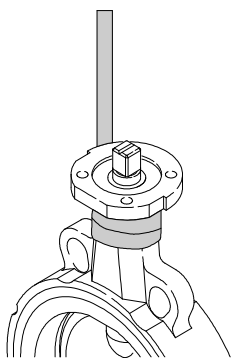

Рис. 1
- Крепление строповочных ремней — согласно рис. 1 - 3.